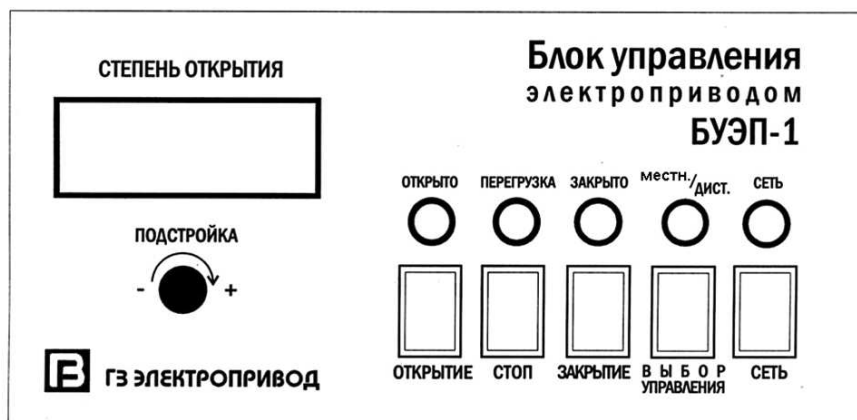

Рис. 2 Лицевая панель блока БУЭП, БУЭП(У)
4. Необходимо надежное защитное заземление клеммы  $\perp$  (рис. 2)